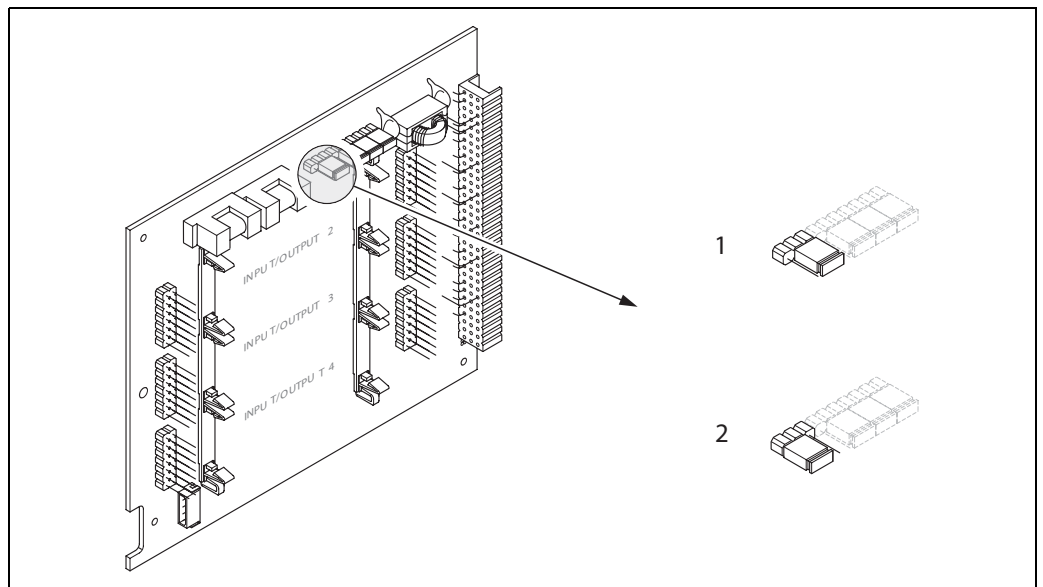

Fig. 30 : Activer/désactiver l'accès en écriture HART
3. Activer ou désactiver l'accès en écriture HART au moyen d'un cavalier. (→ Fig. 30).